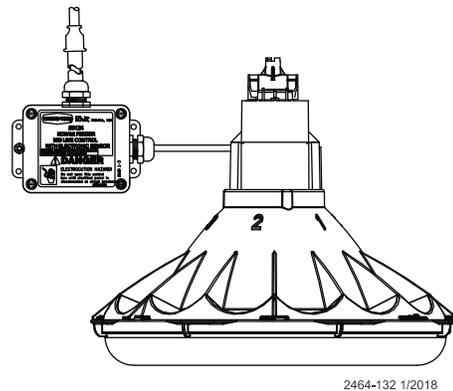

Figura 44. Instalación del control de mitad de línea (ES)
- Instalar el control de mitad de línea en el tubo de alimento, como se muestra en la **Figura 44**.
- Sujetar el conjunto de caja de interruptor en el tubo de alimento con abrazaderas de manguera, como se muestra en la **Figura 44**.